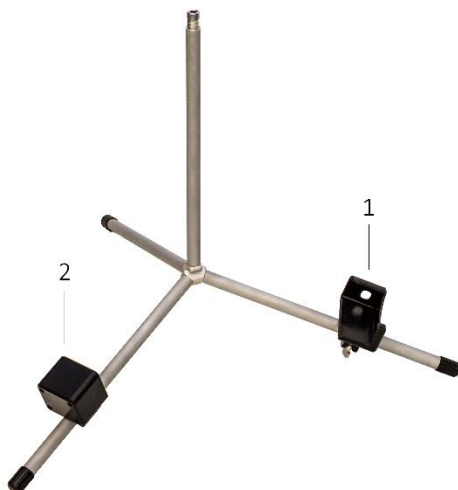

Рисунок 7 – Немагнитная тренога в сборе с кронштейнами для ПУ (1) и электронного блока датчика (2)
5. Зафиксировать кронштейны пульта и блока электроники на опорах треноги (Рисунок 7)